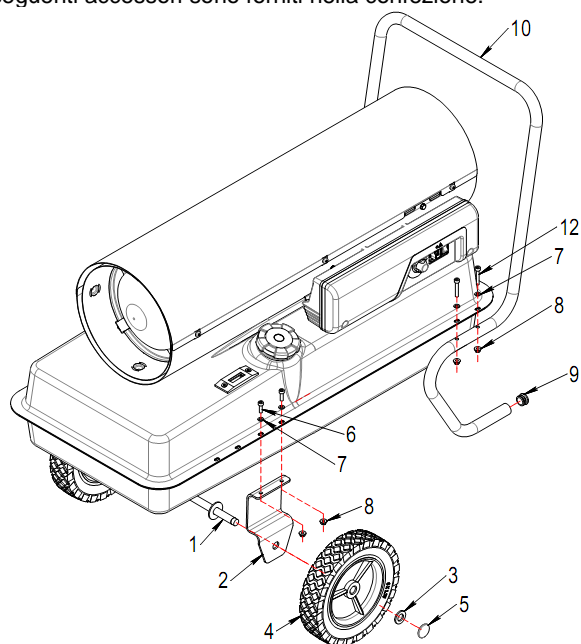

Fig. 2
Per montare l'apparecchio, procedere come segue (vedi Fig. 2). Fissare una delle staffe (2) al serbatoio usando le viti (6), le rondelle (7) e i dadi (8). Far scorrere l'assale (1) attraverso la staffa fissata (2), fissare l'altra staffa (2) e far scorrere l'assale attraverso l'altra staffa. Assemblare nell'ordine: ruote (4), rondelle (3) e anelli di fissaggio (5). Battere delicatamente sui tappi per fissarli.